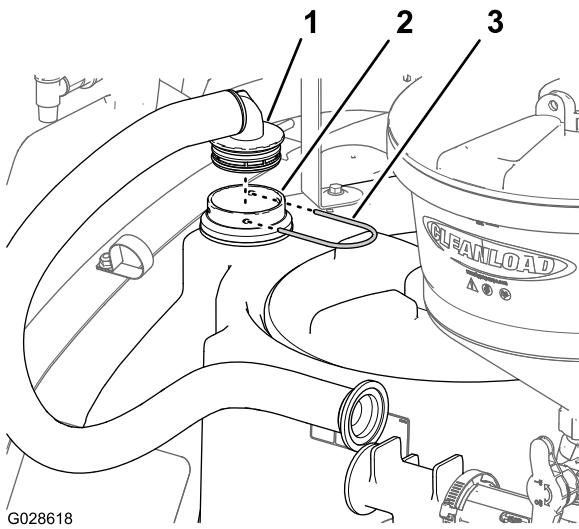

Figura 23
1. Inserte el acoplamiento dentado de 90° de la manguera del depósito en el pasamuros (Figura 23) que instaló en el paso 2 de Instalación del conector estanco Acoplamiento (página 11).
2. Sujete el acoplamiento de 90° al conector estanco con una horquilla de retención (Figura 23).